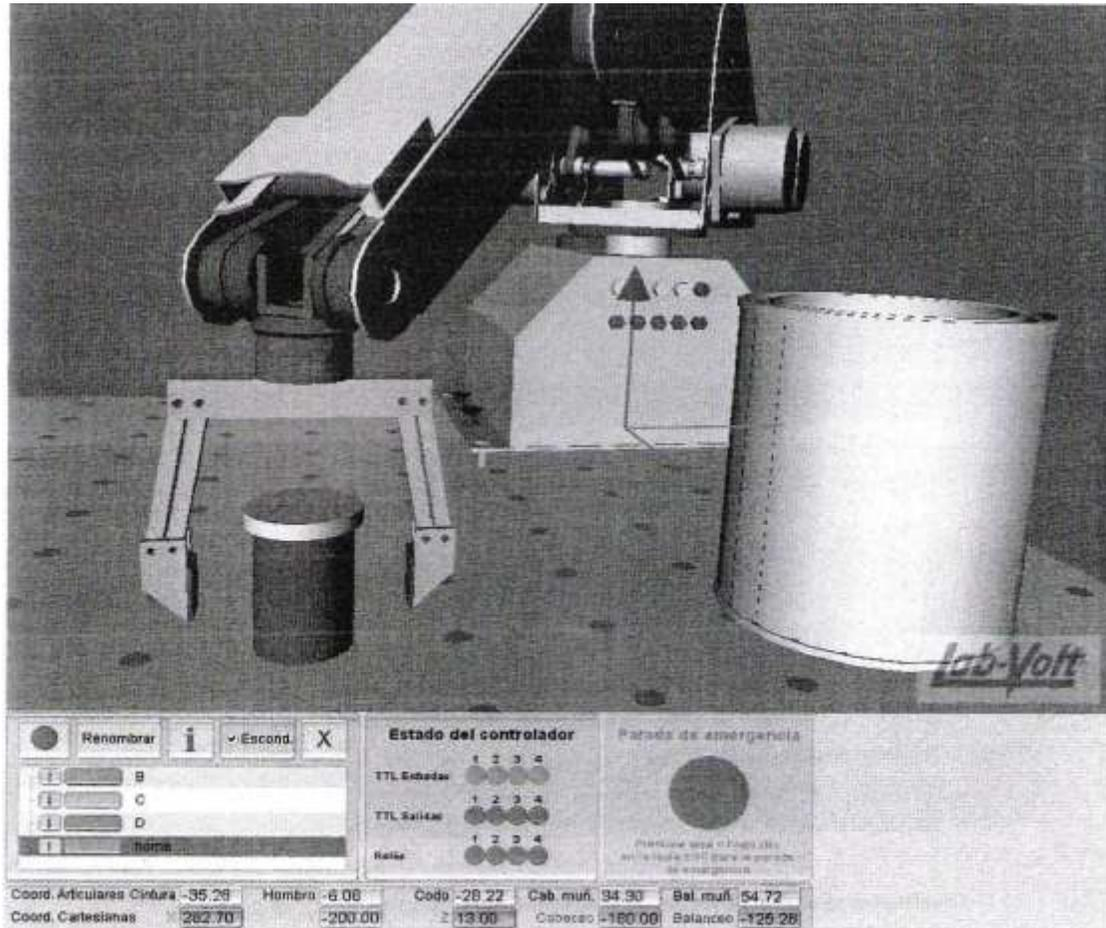

Figura 7-4. La pinza del robot está lista para tomar la caja de rollo.
- a. En la ventana Movimiento, utilice las flechas de las cinco articulaciones del robot para mover y posicionar la pinza de manera que pueda agarrar la caja de rollo. Observe la figura 7-4.